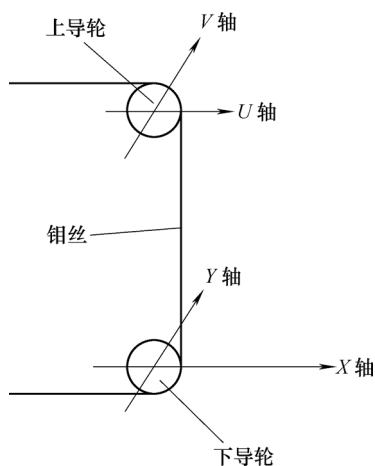

图4 4轴示意图
(2) U/V 轴。线切割带锥度加工机床一般配有4轴： X 轴、 Y 轴、 U 轴和 V 轴。如图4所示，与 X 轴平行的轴定义为 U 轴；与 Y 轴平行的轴定义为 V 轴。其中 X 轴和 Y 轴控制下导轮进给运动， X 轴和 Y 轴的大小确定了加工工件的有效长度； U 轴和 V 轴控制上导轮进给运动， U 轴和 V 轴的大小确定了加工锥度的角度值。目前快走丝线切割机床加工锥度一般在 $\pm 3^\circ$ 左